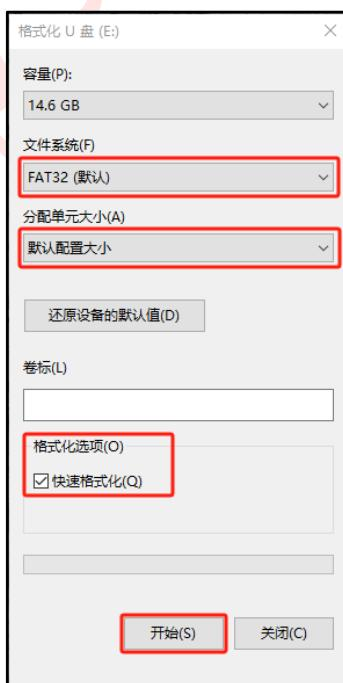

图 2-7：格式化 U 盘
1、U 盘要求：使用 U 盘更新时，U 盘需要 USB2.0 格式，2G-32G 容量，以 FAT32 方式格式化。在进行 U 盘格式化时，建议使用快速格式化，分配单元大小选择默认配置，如图 2-7 所示：